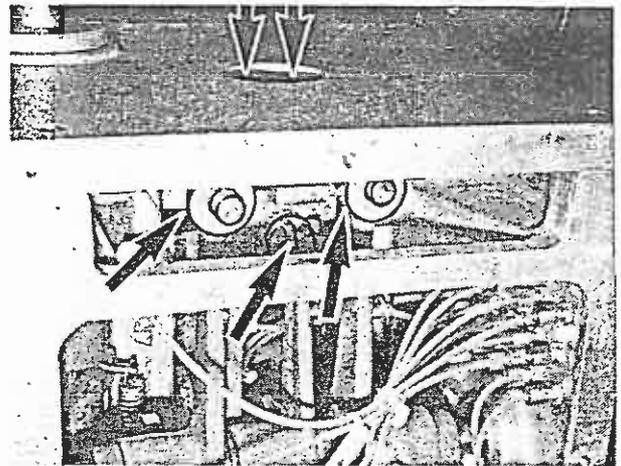

Bild 47
- nach Abnahme der Wartungsdeckel des Faltegehäuses Führungen und Gelenkverbindungen des Faltantriebs (Bild 47/Pfeile),
(Zur besseren Darstellung ist das Bild 47 bei abmontiertem Gehäusedeckel aufgenommen.)